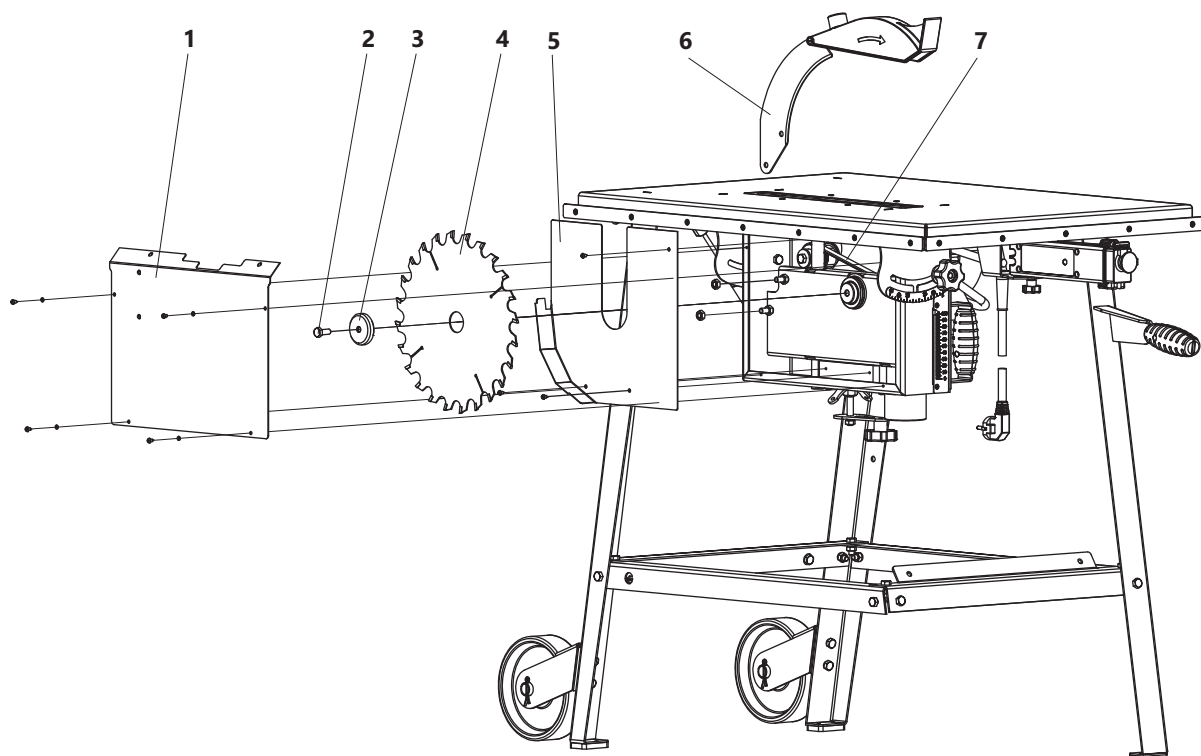

Рисунок 11. Установка приводного ремня
- снять кожу 5 (рис. 11);
8.2 Замена приводного ремня (рис. 11)